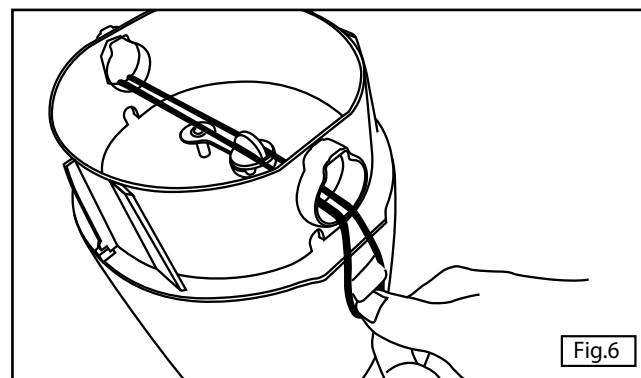

Fig.6
6. Retirer le nez conique. Pour ce faire, commencer par passer le joint d'étanchéité (fourni avec ce manuel) dans les trous des loquets à l'intérieur du nez conique et l'accrocher sur les crochets du boîtier de la batterie (voir figure 6). Ensuite visser l'injecteur-pompe sur le trou d'aération et pomper l'air dans la chambre de la flottabilité jusqu'à ce que l'intérieur du nez conique éjecte, et ensuite retirer le joint d'étanchéité.